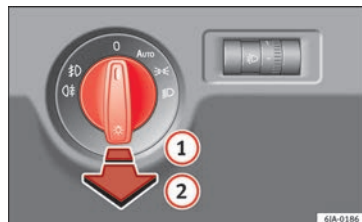

Fig. 132 Cuadro de instrumentos: mando de luces.
- Primero, gire el mando de las luces » fig. 132 hasta la posición » o **AUTO**.
- Tire del mando de luces hasta la posición ①.
» fig. 132 » pág. 132 hasta la posición  o **AUTO**.